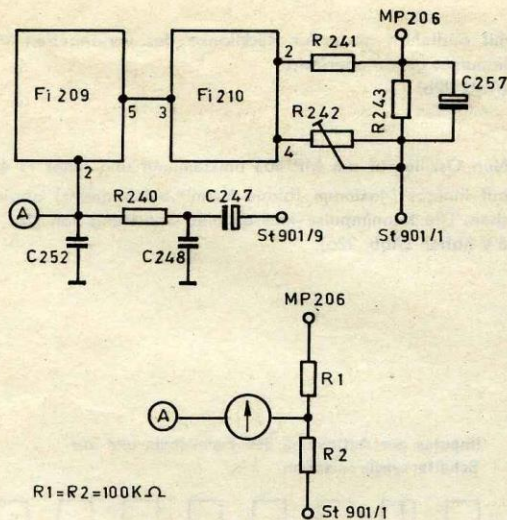
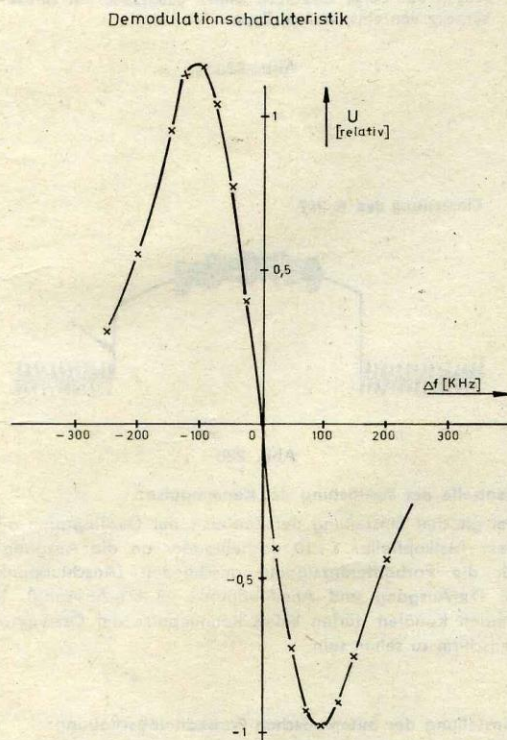

Abb. 14
Abb. 15
- 2) Anschluß des Instrumentes nach Abb. 14. R 242 soll dabei auf Mitte stehen.
Der Anschluß des Meßsenders erfolgt wie beim Abgleich. Meßsenderausgangsspannung 5 mV konstant halten. Ein Gleichspannungsinstrument mit Nullpunkt in der Mitte (z. B. μ A-Meter max. $\pm 30 \mu$ A Endausschlag) nach Abb. 14 anschalten. Meßsenderfrequenz von 5,3 MHz bis 5,7 MHz variieren. Dabei ergeben sich die Meßwerte nach Abb. 15.